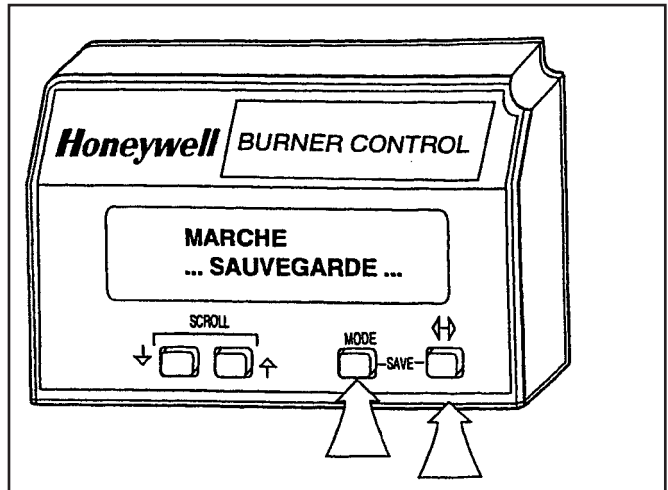

Fig. 20. Touche SAUV.
4. Fonction "SAUV." (voir fig. 20).